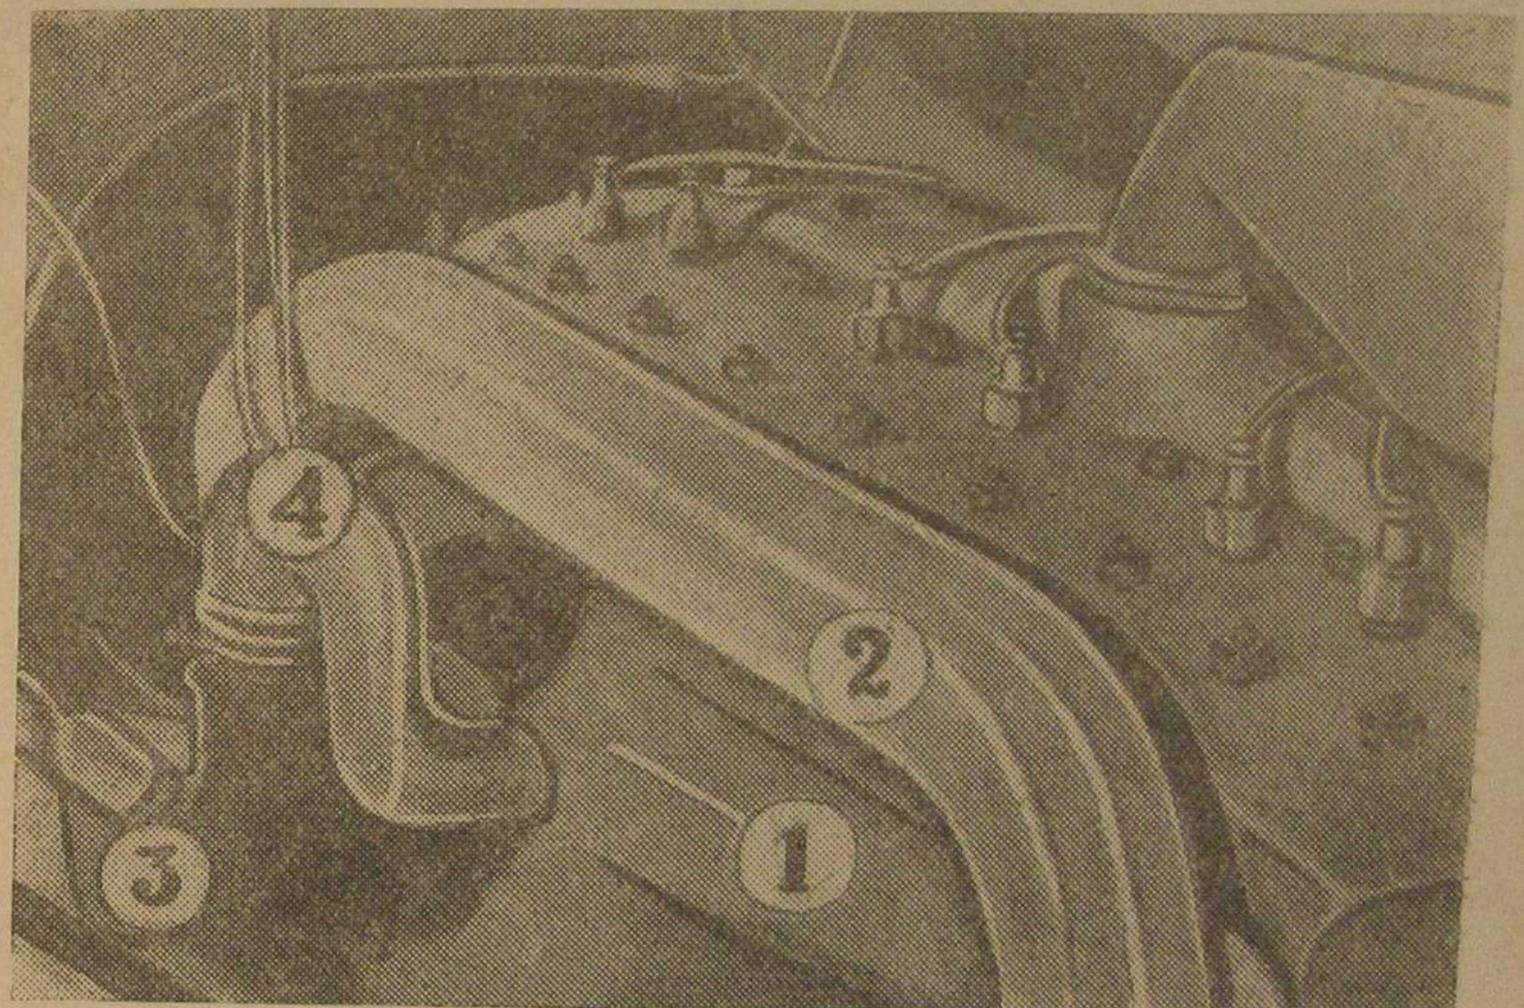

Рис. 6.
Головка блока двигателя (см. рис. 6) имеет уменьшенный объем камеры сгорания, в результате чего степень сжатия повышается до 6,9—7,1. Всасывающий (1) и выхлопной (2) коллекторы делаются
На автомобилях ЗИС-21, переоборудуемых из ЗИС-5, Автомонтный завод устанавливает карбюраторы МКЗ-6 или МАЗ-5 с переходным патрубком (4) (рис. 6). На всех газогенераторных автомашинах нормальный бензиновый бак снят и вместо него установлен бак емкостью 7,5 литра. Бензонасос с приводом снят, а отверстие в блоке двигателя закрыто заглушкой.